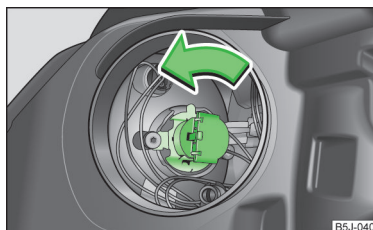

Fig. 160
- Rotiți conectorul împreună cu becul până la limită, în sensul săgeții » fig. 160 și extrageți-l.